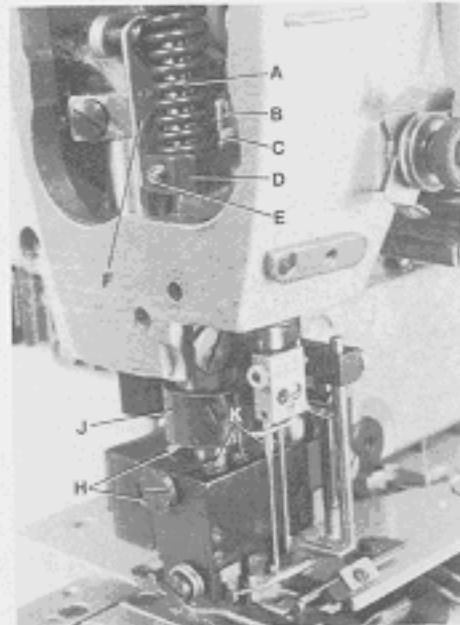

Fig. 46
For easy adjustment remove presser spring regulator on top of machine arm and presser spring (A, Fig. 46).
Adjust long stop screw (B) in presser bar guide (D) against bed casting to ensure a clearance of 0,5 mm (.020 in.) (see Fig. 46 A) between slot end of link (F, Figs. 46 and 46 A) in presser bar guide (D, Figs. 46 and 46 A). Tighten lock nut (C, Fig. 46) on stop screw.
Mount the presser foot, align it with the needles and tighten screws (H, Figs. 46 and 46 B). Rotate pulley until the feed dogs are in down position below the throat plate. Loosen screw (E, Fig. 46) in presser bar guide (D) and press the presser foot down against throat plate until the presser foot bottoms and the yielding section are pressed up by 0,8 to 1 mm (.032 to .040 in.) (see Fig. 46 B). Retighten screw (E) being sure stop screw (B) in presser bar guide rests on the bed casting. Remount presser spring (A) and presser spring regulator.
Set the collar (J, Fig. 46) respectively the lamp bracket on Styles 34800 TDA, for the presser foot height as required, the presser foot bottom should not contact the spreader when the presser foot is lifted.
The pressure exerted by the presser spring (A, Fig. 46) on the presser bar guide (D) should be higher than the pressure exerted by the three springs for presser foot bottoms and the yielding section. The presser bar should not move vertically when sewing. Screw-in presser spring regulator on top of machine arm as required.
The spring pressure exerted on the presser foot bottom and the left and right yielding section can be adjusted individually by turning screws (K, Figs. 46 and 47). Turning clockwise reduces the pressure, turning counterclockwise increases the pressure.
Entfernen Sie zur besseren Einstellung die Drückerfuß-Stellschraube oben am Maschinenarm und die Drückerfeder (A, Fig. 46).
Stellen Sie die lange Anschlagschraube (B) in der Drückerfußstangenführung (D) so gegen den Gehäuseguß, daß zwischen dem Schlitzende des Gelenks (F, Fig. 46 und 46 A) und der Zapfenschraube (G, Fig. 46 A) in der Drückerfußstangenführung (D, Fig. 46 und 46 A) ein Abstand von 0,5 mm ist (siehe Fig. 46 A). Ziehen Sie die Feststellmutter (C, Fig. 46) auf der Anschlagschraube an.
Setzen Sie den Drückerfuß ein, richten Sie ihn zu den Nadeln aus und ziehen Sie die Schrauben (H, Fig. 46 und 46 B) an. Drehen Sie am Handrad bis die Transportiere unter der Stichplatte stehen. Lösen Sie die Schraube (E, Fig. 46) in der Drückerfußstangenführung (D) und drücken Sie den Drückerfuß nach unten gegen die Stichplatte, so daß die Drückerfußsohlen und das Seitenteil 0,8 bis 1 mm nach oben gedrückt werden (siehe Fig. 46 B). Ziehen Sie die Schraube (E) wieder an, beachten Sie dabei, daß die Anschlagschraube (B) in der Drückerfußstangenführung am Gehäuseguß anliegt. Montieren Sie Drückerfeder (A) und Drückerfuß-Regulierschraube wieder.
Stellen Sie den Stellring (J, Fig. 46) bzw. den Lampenhalter bei den Maschinen 34800 TDA, für die Drückerfußhöhe so, daß die Drückerfußsohle den Leger nicht berührt, wenn der Drückerfuß angehoben wird.
Der Druck der von der Drückerfeder (A, Fig. 46) auf die Drückerfußstangenführung (D) ausgeübt wird, muß stärker sein als der Druck der drei Federn der Drückerfußschalen und des Seitenteils, so daß beim Nähen die Drückerfußstange sich vertikal nicht bewegt. Drehen Sie die Drückerfuß-Regulierschraube oben am Gehäusearm entsprechend weit ein.
Der Federdruck auf die Drückerfußschalen und das Drückerfuß-Seitenteil kann durch Drehen der Schrauben (K, Fig. 46 und 47) individuell eingestellt werden. Drehen im Uhrzeigersinn vermindert den Druck, drehen im Gegenuhzeigersinn verstärkt den Druck.